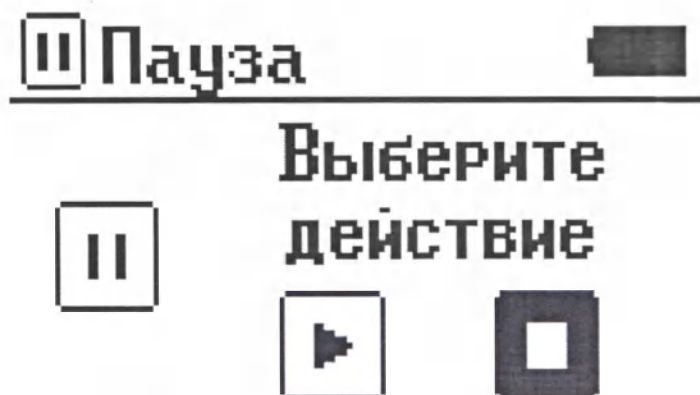

Рис. 17. Экран паузы
10. Если по какой-то причине Вам необходимо приостановить стимуляцию, нажмите и удерживайте кнопку «ОК» на панели прибора, пока заполняется иконка . Отобразится окно (рис. 17), в котором Вам будет предложено или продолжить стимуляцию, или отменить стимуляцию окончательно.